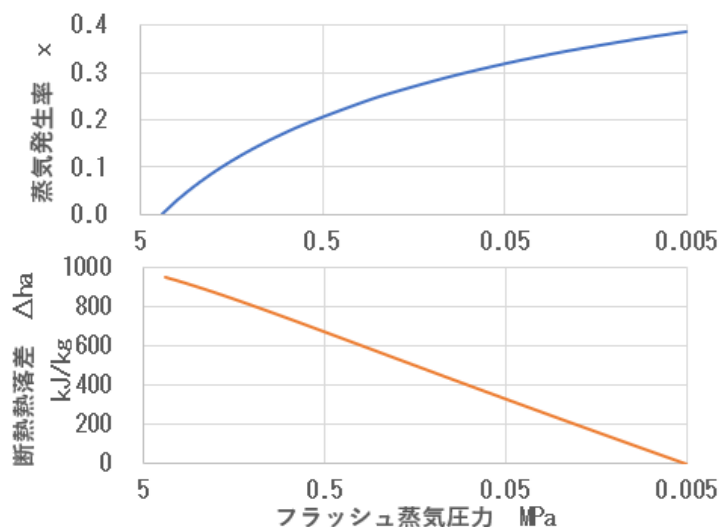
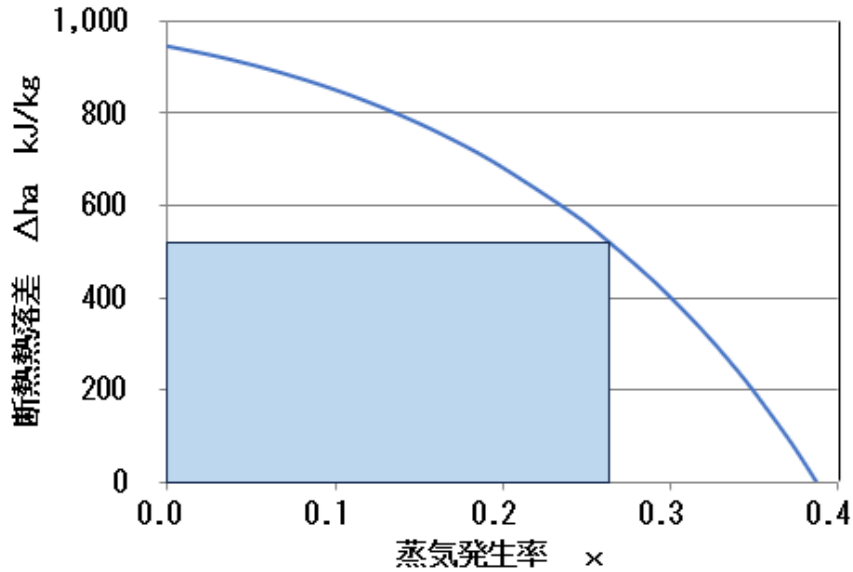

図6 フラッシュ蒸気圧力による蒸気発生率と断熱熱落差の変化
図7 蒸気発生率と断熱熱落差の相関図
3.843MPa、248°Cの飽和熱水をフラッシュさせた場合の蒸気発生率 x と発生した蒸気が排気圧力0.005MPaまで膨張するときの断熱熱落差 Δh_a を図6に示す。横軸は対数目盛のフラッシュ蒸気圧力である。また、横軸に蒸気発生率 x 、縦軸に断熱熱落差 Δh_a をとった相関図を図7に示す。蒸気発生率 \times 断熱熱落差、すなわち図7に示す長方形の面積がタービン出力の指標となる。この指標は図8に示すようにフラッシュ圧力0.3MPa付近で最大になる。この時の $x \cdot \Delta h_a$ は141.1kJ/kgである。